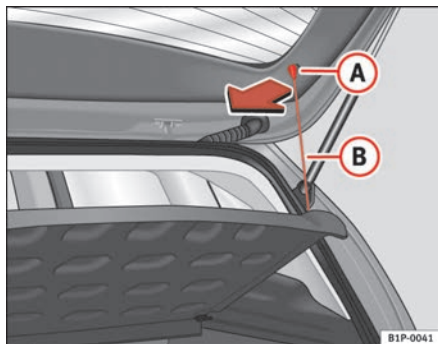

Abb. 106 Hutablage
- Hängen Sie die Streben ⇒ Abb. 106 (B) aus den Aufnahmen (A) aus.